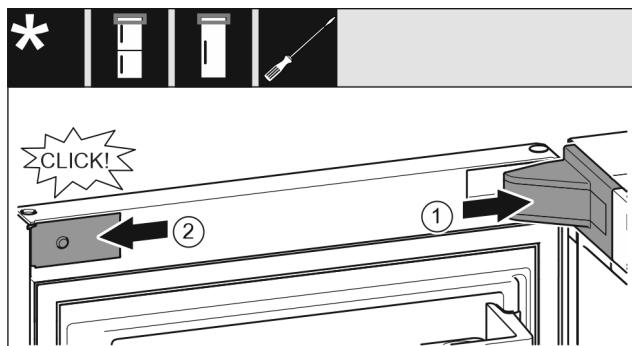

Fig. 19
- Namestite pokrov in ga zataknite, po potrebi ga previdno potisnite narazen. Fig. 19 (1)
- Ob strani namestite zaslonko in jo zataknite. Fig. 19 (2)